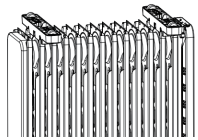

图2
- 3、如图2所示，将带有单向轮的支脚安装槽对准并卡在第二个散热片上，另外一个支脚安装槽对准卡在倒数第二个散热片上。安装牢靠后再将取暖器放正，轮子着地即可。